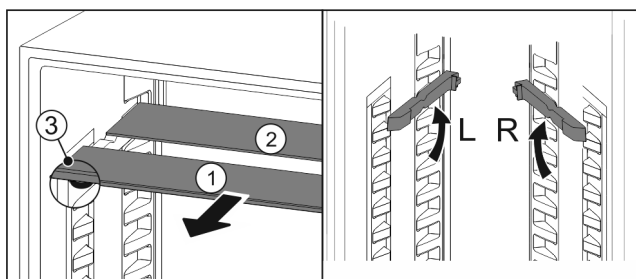

Fig. 194
- estrarre i ripiani di vetro singolarmente tirando in avanti Fig. 194 (1).
- Il piano in vetro Fig. 194 (1) con il motivo ornamentale è nella parte anteriore.
- I fermi Fig. 194 (3) sono rivolti verso il basso.